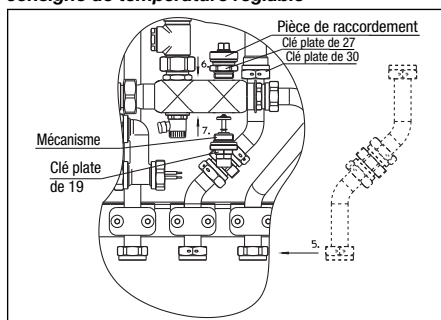

Fig. 5 Montage - 1ère partie
5. Positionner le groupe de tuyauterie dans la station d'appartement «Regudis W-HTU» comme illustré sur la fig. 5 et le resserrer avec les nouveaux joints en serrant tous les écrous d'accouplement solidement. Remonter la partie avant du collier sur le tube et revisser les écrous à l'aide d'une clé six pans de 5 mm.
6. Visser à fond la pièce de raccordement (clé de 27) dans le distributeur par le bas comme illustré sur la fig. 5.